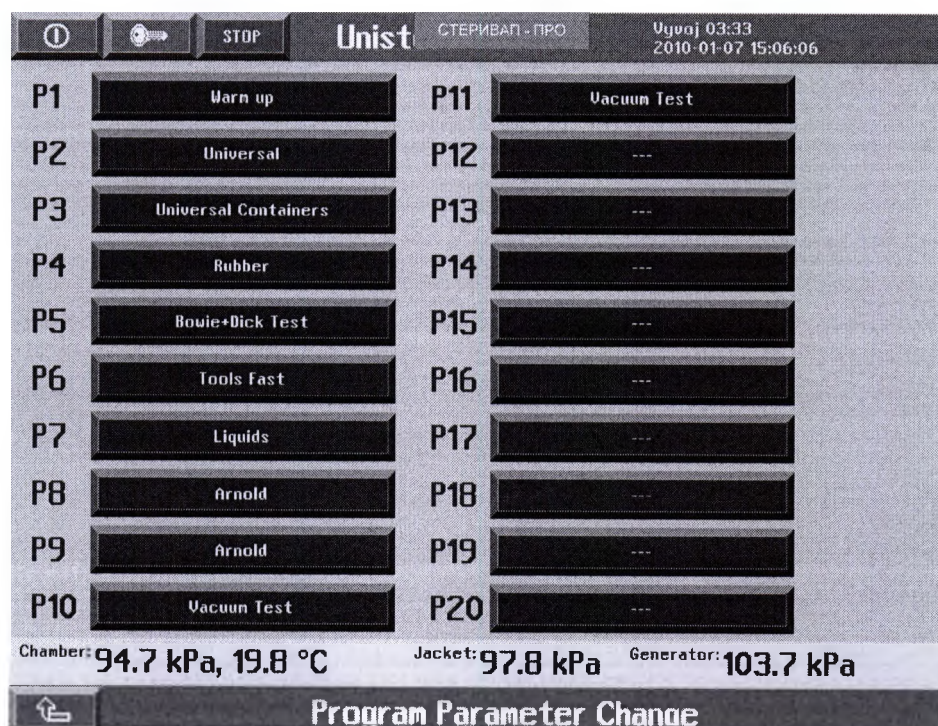

Рисунок 31 Выбор корректируемой программы
- Нажмите кнопку выбора корректируемой программы и кнопку корректируемого параметра рисунок 31.